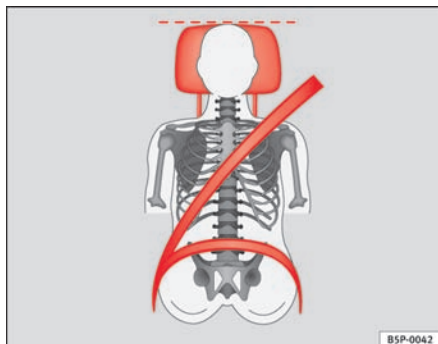
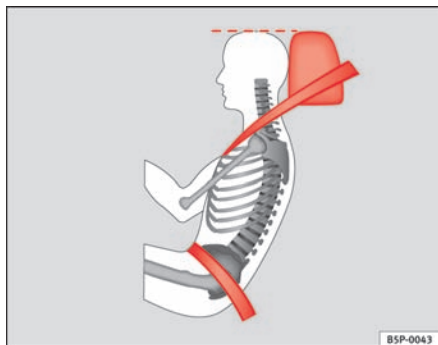

Fig. 3 Korrekt indstillet hovedstøtte set forfra
Fig. 4 Korrekt indstillet hovedstøtte set fra siden
- Indstil hovedstøtterne således, at hovedstøttens øverste kant er på højde med den øverste del af dit hoved eller mindst i øjenhøjde ⇒ fig. 3 og ⇒ fig. 4.